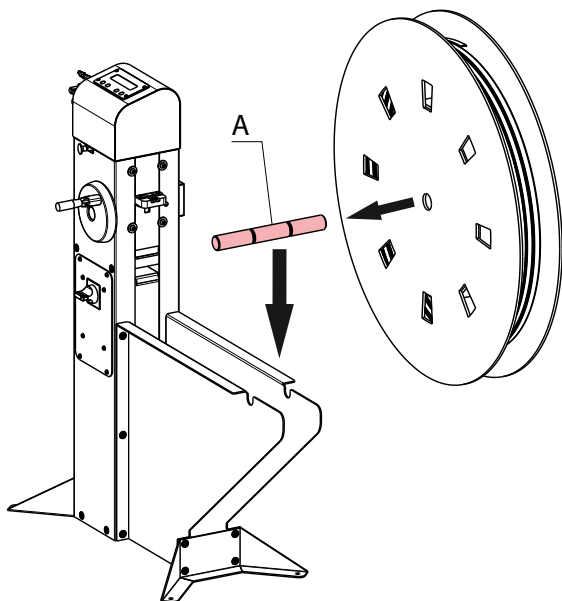
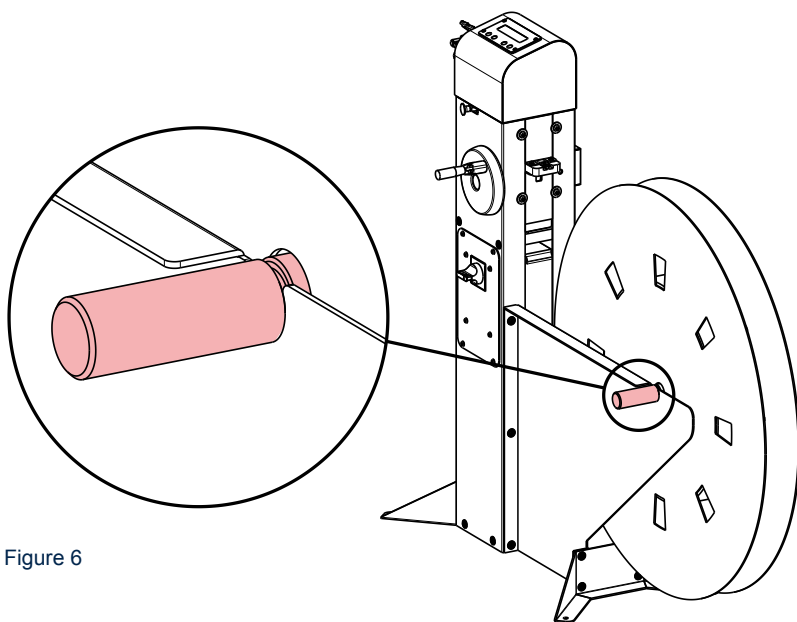

Figure 5
Figure 6
Insérer l'axe (A) dans le trou du rouleau (figure 5). Insérer le rouleau entre les deux supports de manière à ce que les deux rainures de l'axe s'insèrent dans le logement des supports (figure 6).